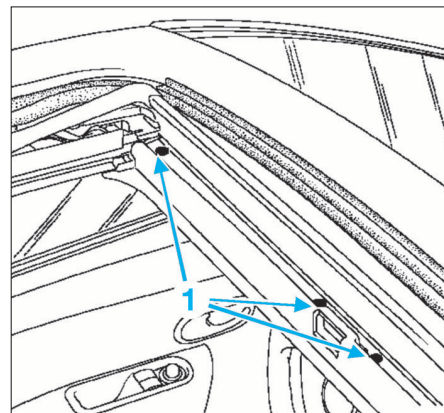

FIG. 105
- les vis (1) et (2) tout en maintenant le déflecteur en (3) (Fig.105 et 106),